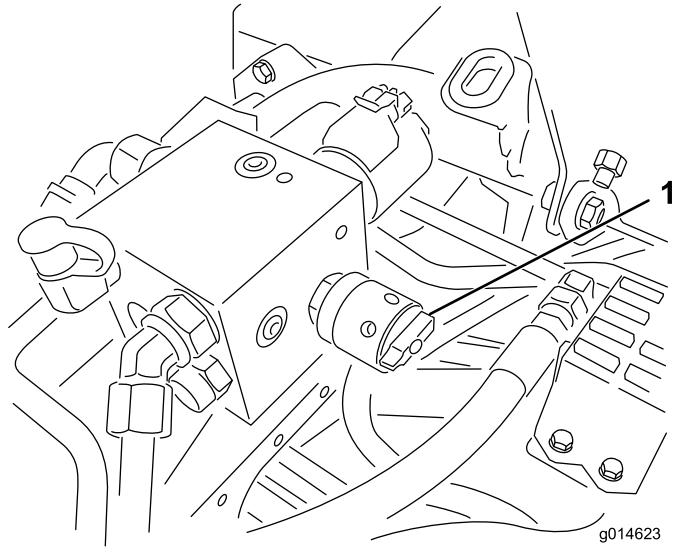

图38
- 要设置滚刀的速度、请旋转旋钮（图38）直至指示器箭头与表示所需设置的数字对齐为止。